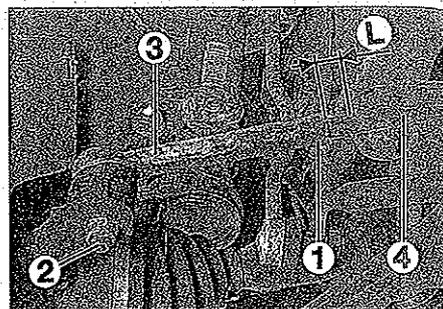

FIG. 16
- Medir la longitud (l) de la rosca (fig. 16).